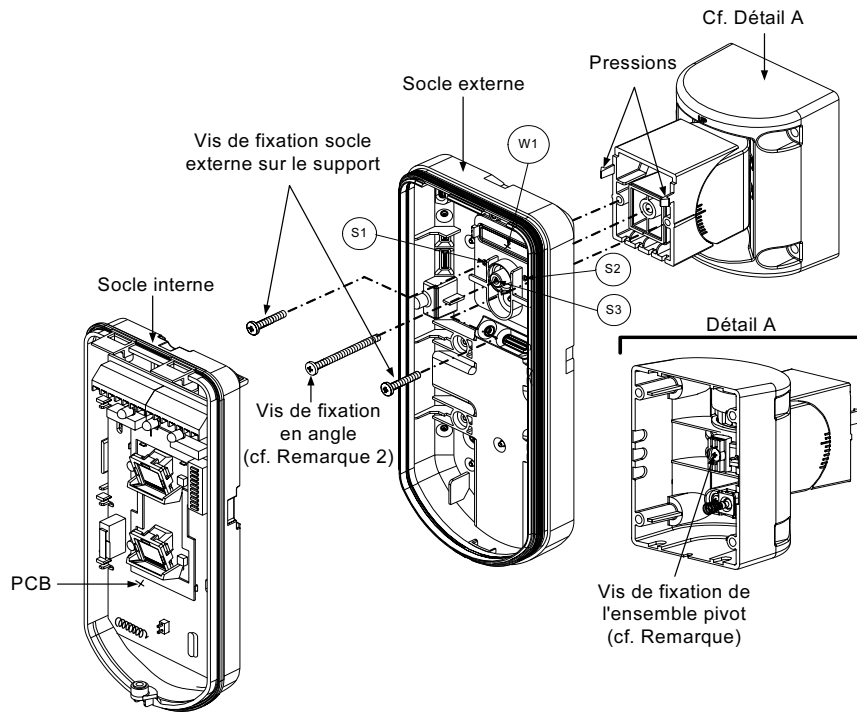

Figure 7
4. Fixez le socle externe au pivot à l'aide de deux vis passant par les pastilles pré-perçées S1 et S2 (Figure 7).
5. Introduisez la vis de fixation d'angle fournie en partant du socle externe et en passant par la pastille pré-perçée S3 de la vis de fixation d'angle située sur le socle externe, pour atteindre le support standard (Figure 7).
Lorsque les marques indiquées sur les pièces mobiles sont bien alignées (Figure 7), le support standard se trouve à 0° en position verticale/ horizontale. Chaque cran à partir de cette position correspond à une inclinaison de 5° dans la position verticale / horizontale.